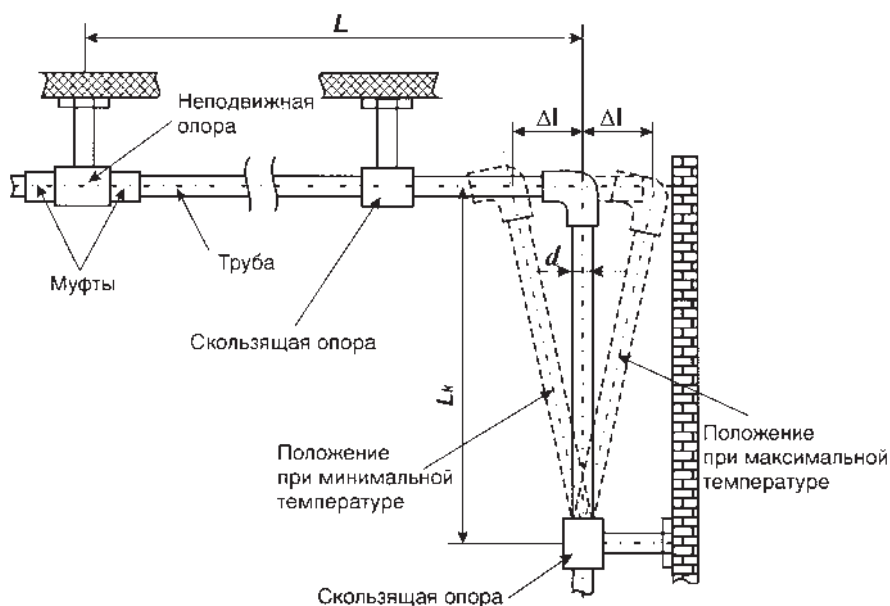

Рис. 1: Угловой метод компенсации
- ▣ способом углового расширения (рис.1)